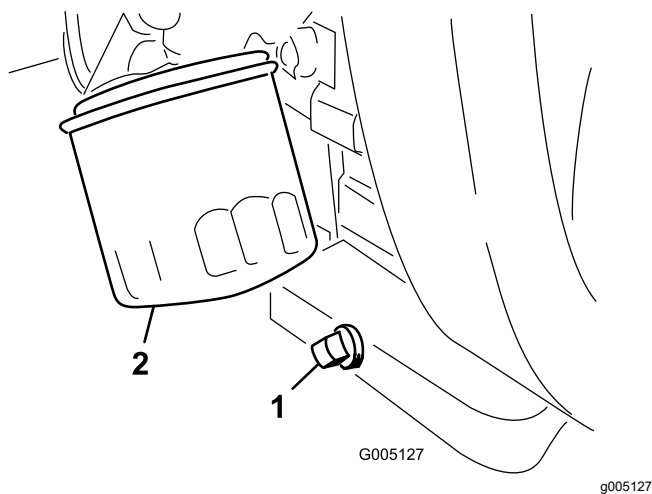

Figura 30
1. Retire o tampão de escoamento (**Figura 30**) e deixe o óleo escorrer para um recipiente adequado.
2. Limpe os roscados do tampão de escoamento, aplique vedante PTFE e coloque o tampão de escoamento (Figura 30).
3. Retire o filtro do óleo (Figura 30).